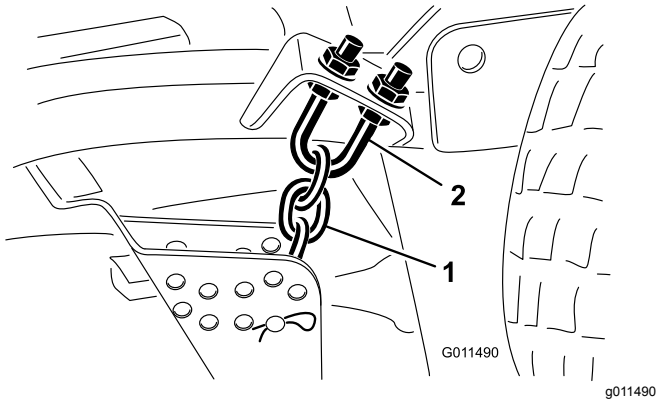

Figura 103
1. Desaperte as porcas de retenção na zona superior ou inferior da cavilha em U da correia da altura de corte (Figura 103).